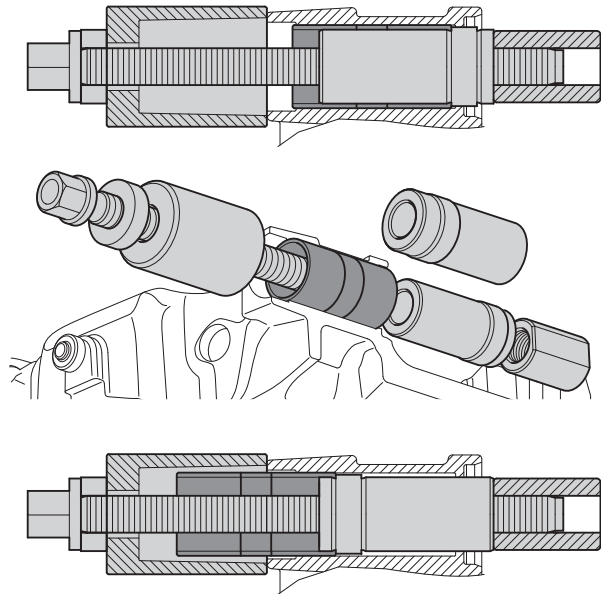

Figura 55. Desmontar el cojinete de deslizamiento principal
8. Para desmontar los dos cojinetes (F) y el separador (G) del lado principal, arme en orden la herramienta especial Haldex con las piezas 95230, 95423, 95222, 95219 y 95220, como muestra la figura 55.
9. Una vez colocada correctamente, gire la herramienta roscada en sentido de las agujas del reloj para extraer los dos cojinetes (F) y el separador (G).